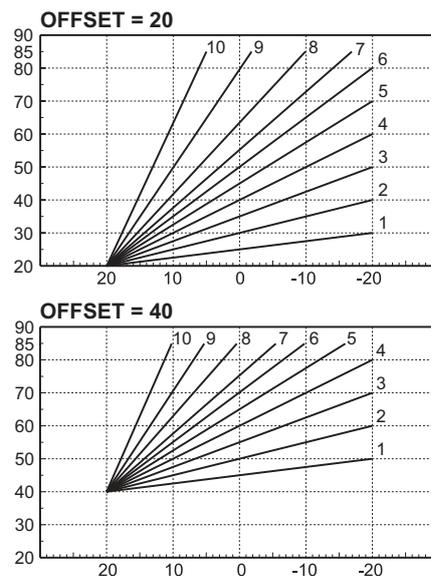

рис. 25- Пример параллельного смещения компенсационных кривых
**Offset:** через это подменю открывается доступ к параллельному перемещению кривых с помощью кнопок **+** и **-** режима **ГВС**. Характеристики указаны на рис. 25.